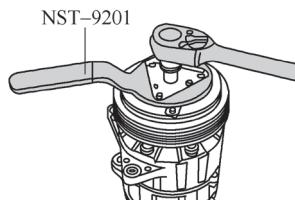

图 5-41 拆下六角头螺栓
- 用拆卸工具 NST-9201 固定离合器盘后，拆下六角头螺栓（图 5-41）。